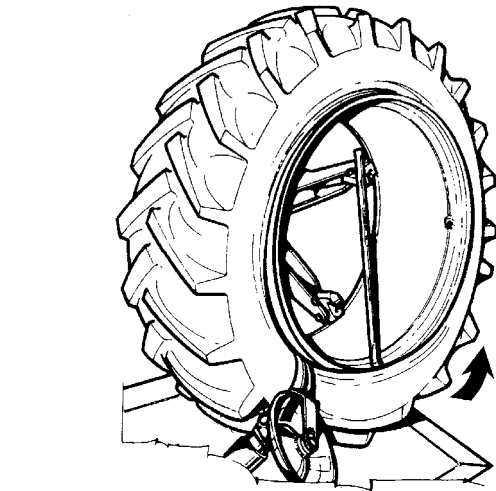

Abb.46
6. Den Hubarm heben, um das Werkzeug vom Felgenhorn freizustellen (2-3 cm) (1"). Das Werkzeug nach außen bewegen, sodaß das lange Montiereisen angesetzt werden kann (Abb.46).